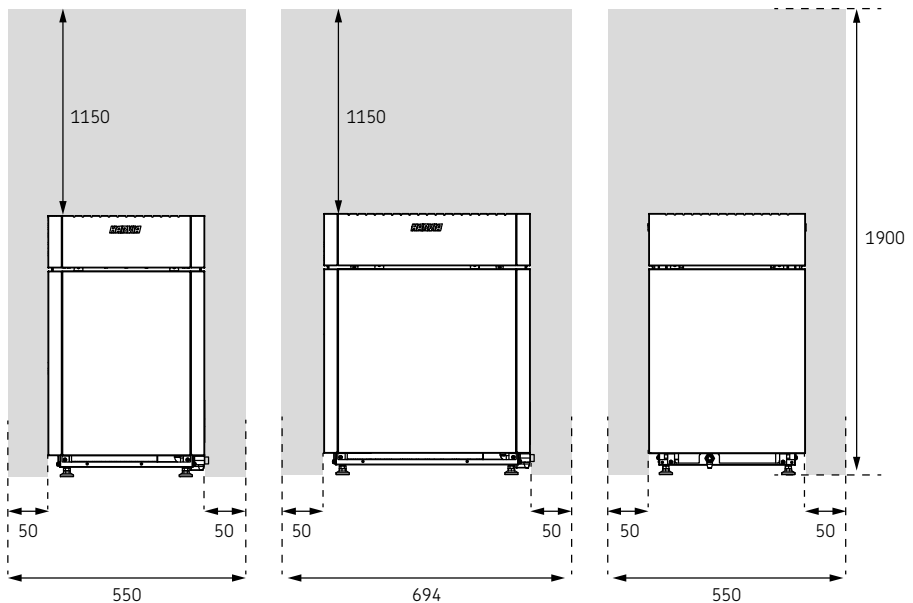

Abbildung 1. Sicherheitsabstände
- Die Mindestschutzabstände zu brennbarem Material sind in Abbildung 1. Sicherheitsabstände dargestellt.
- Ist um den Saunaofen ein Schutzgeländer angebracht, müssen die in Abbildung 1. Sicherheitsabstände) oder der Betriebsanleitung des Saunaofens angegebenen Sicherheitsabstände eingehalten werden.